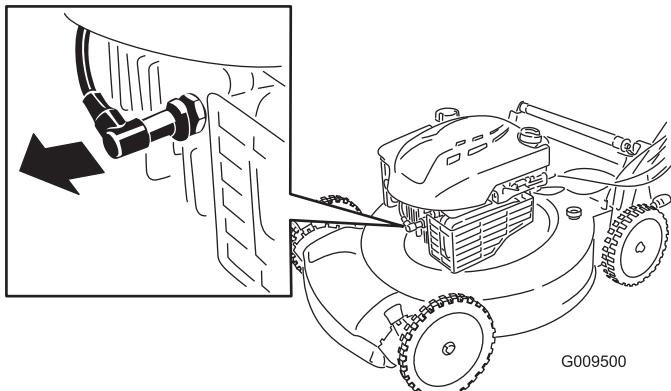

Figure 22
- Débranchez la bougie (Figure 22) avant de procéder à un quelconque entretien.